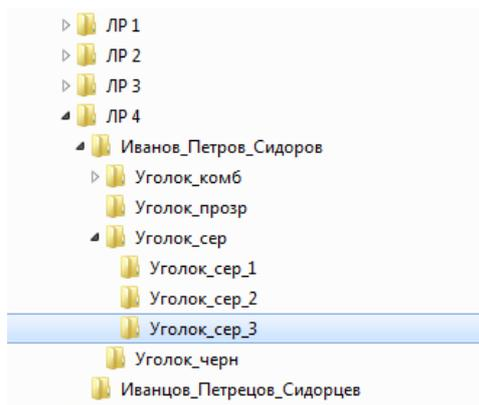

Рисунок 4.5
3. На внешнем носителе (флешке) создать структуру каталогов для сохранения данных сканирования – папки с номером лабораторной работы/фамилиями участников подгруппы/названия модели/сканов модели по номеру режима яркости (Рисунок 4.5).